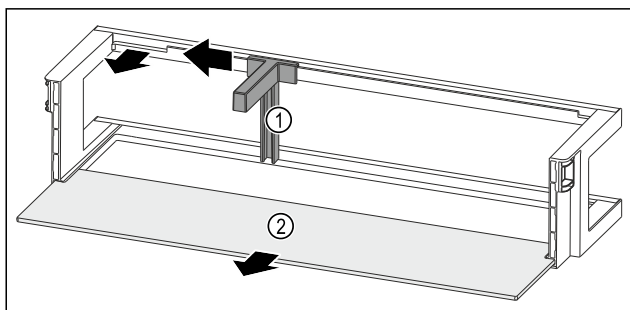

Fig. 261 Дверная полка с держателем для бутылок и съёмной полкой
- ▶ Сместите держатель для бутылок Fig. 261 (1) до выемки в сторону.
- ▶ Извлеките держатель для бутылок Fig. 261 (1).
- ▶ Извлеките съёмную полку Fig. 261 (2).